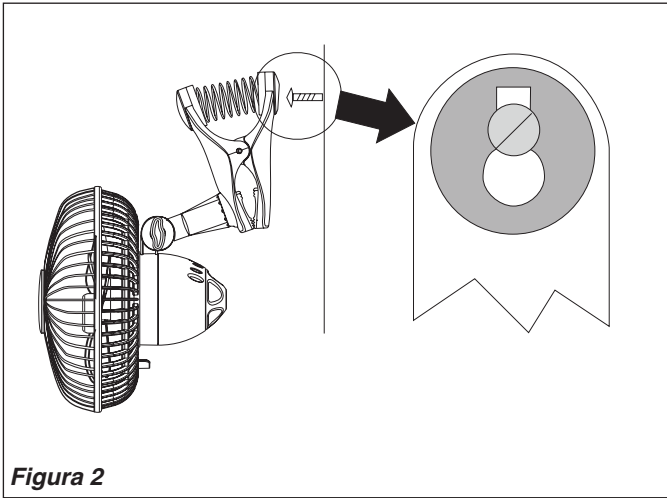

Figura 2
2. **MONTAJE EN PARED:** Instale un tornillo (uno para madera #8 x 3/4" o uno equivalente. No está incluido) en la pared y cuelgue el montaje de las mordazas del tornillo. **(Figura 2)**